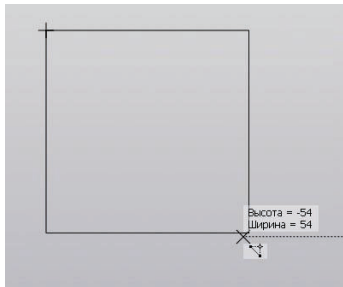

Рисунок 1.27 – Способ (а)
- а) двух вершин при режиме «Прямоугольник» (рисунок 1.27);